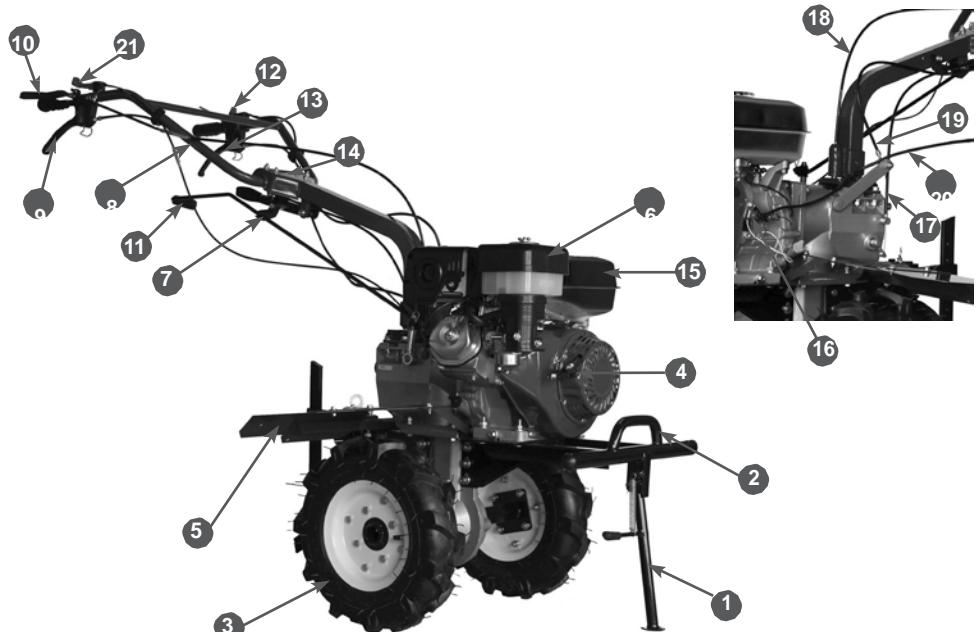

Рис.1 Расположение основных узлов и органов управления
Расположение основных узлов и органов управления мотоблока представлено на Рис.1.
7. Установите стояночную опору мотоблока (1) Рис.1.
1. Возьмитесь за рычаг сцепления 13 (Рис.1) нажмите и отпустите его 2-3 раза, чтобы включить сцепление. Если включить сцепление не получается, проверьте регулировку свободного хода рычага.
1. Нажмите на рычаг реверса 9 (Рис.1) и отпустите его 2-3 раза, чтобы включить передачу. Если включить передачу не получается, изменяйте положение рычага, пока передача не включится,